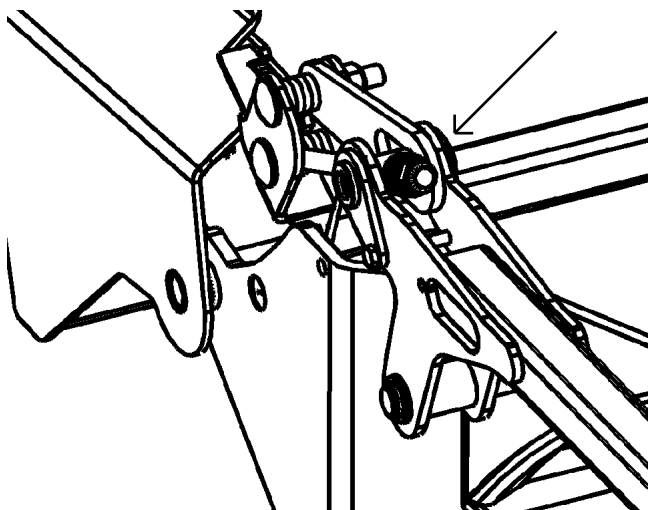

Рисунок 13 Крепление копирующей борны
1. Прикрепите рычаги борны к блоку колес. (Рисунок 13)